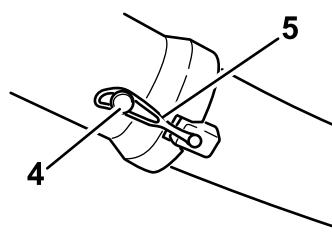

**Figura 17**
3. Na gornjem delu bacača, zakačite bravu u obliku kuke oko okretne šipke sklopa usmerivača i postavite šipku u rupu na kućištu kosilice (Figura 17).